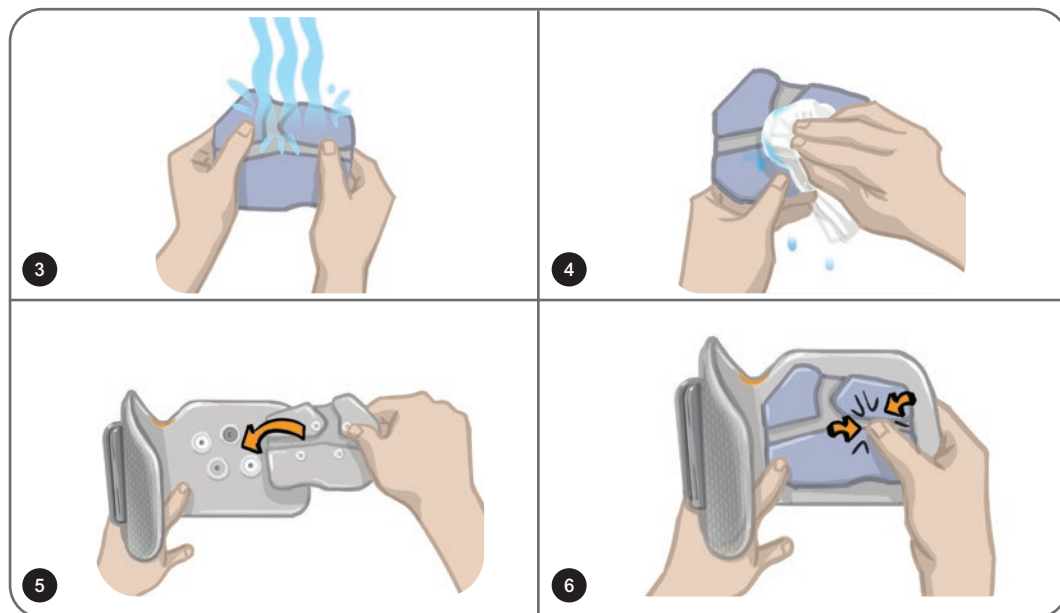

Ilustración 8-10: Sustitución del Electrodo Steering
**Para sustituir los Electroodos Steering (consulte la ilustración 8-10):**